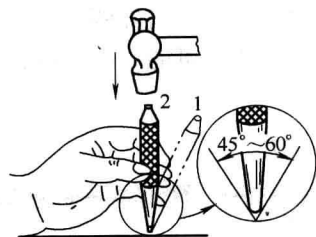

图 1-8 样冲及其用法
5) 样冲。样冲如图 1-8 所示，是在划好的线上冲点时使用的工具。冲点是为了强化显示用划针划出的加工界线，也是使划出的线条具有永久性的位置标记；另外，也可在划圆弧时，作定心脚点使用。样冲用工具钢制成，尖端处磨成 $45^\circ \sim 60^\circ$ 角并经淬火硬化。